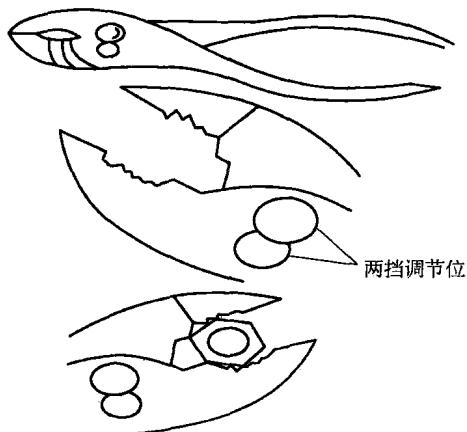

图 1-8 鲤鱼钳
3. 鲤鱼钳（见图 1-8）
- 3) 特点 钳口宽度有两挡调节位置，如图 1-8 所示。
(4) 使用注意事项